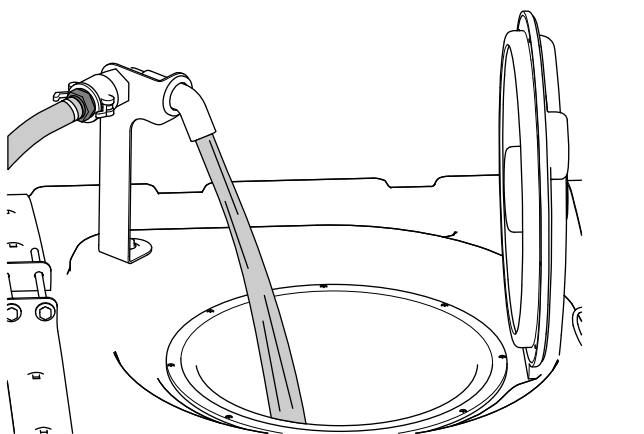

Bild 71
5. Füllen Sie Dreiviertel der benötigten Wassermenge in den Sprühbehälter (Bild 71).